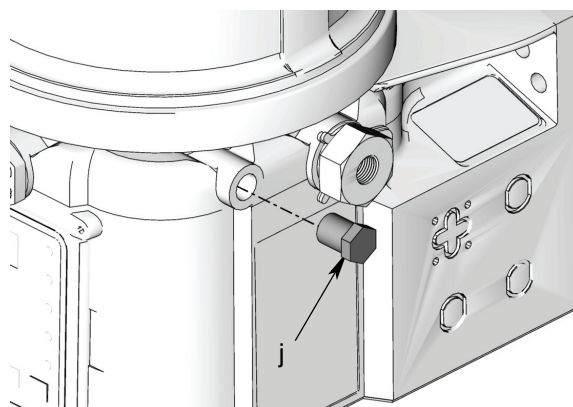

FIG. 7
8. Utilizzare una chiave per allentare il tappo (j) dalla posizione di ritorno. Rimuovere il tappo dalla porta (FIG. 7).